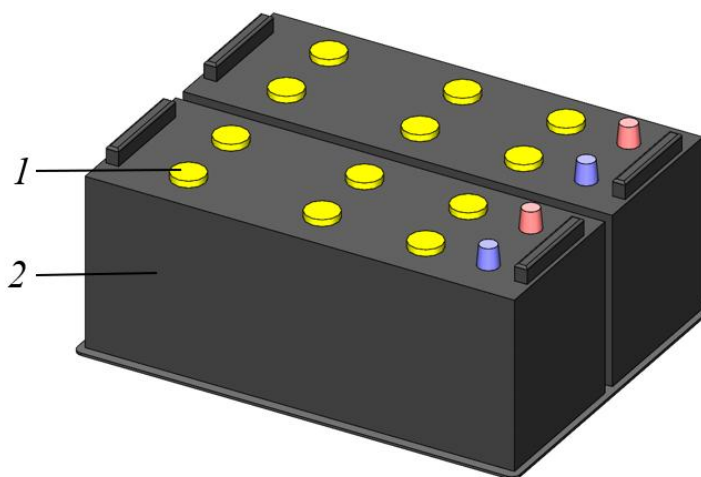

Рисунок 5. 73. Аккумуляторные батареи
- ▶ Открыть пробки наливных горловин во всех отсеках (для открытия вращать пробку против часовой стрелки) аккумуляторной батареи, рис. 5. 73.
- Открыть пробки наливных горловин во всех отсеках (для открытия вращать пробку против часовой стрелки) аккумуляторной батареи, рис. 5. 73.